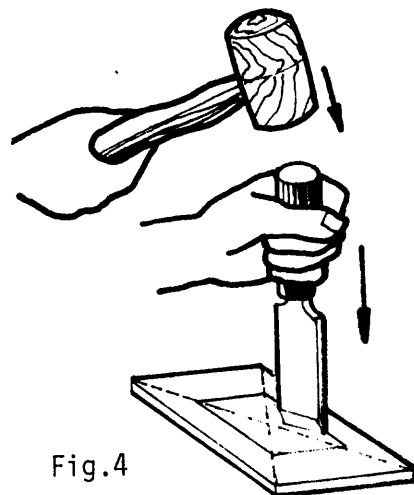

Fig.4
- c Coloque la tapa sobre un trozo de madera dura y corte los trozos diagonales con un formón (fig.4).